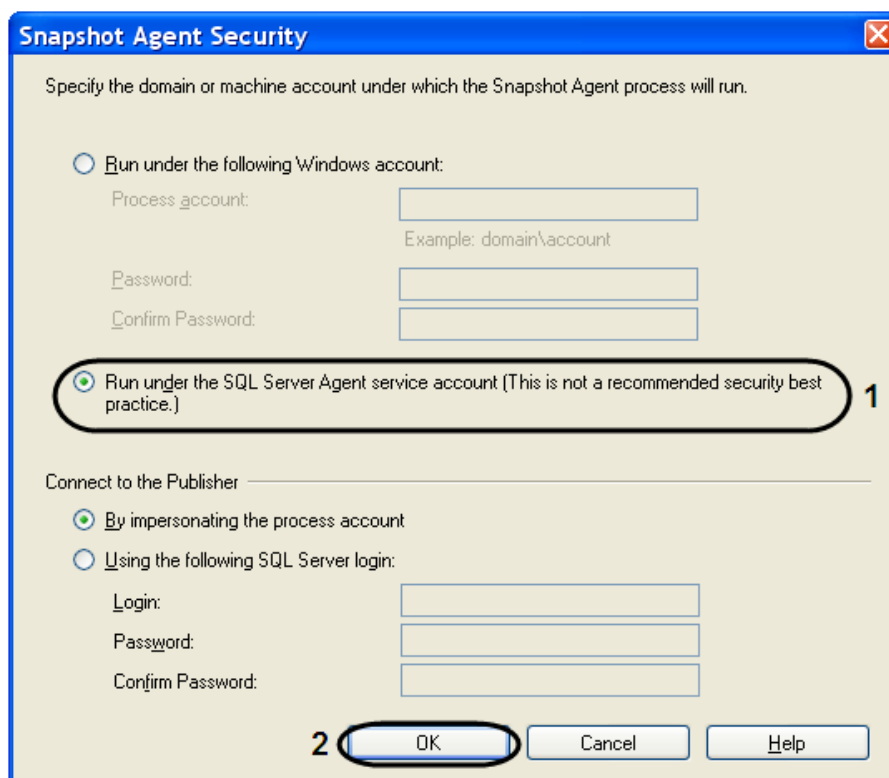

Рис. 11.3—9. Snapshot Agent Security
- 10.16. На вкладке «Complete the wizard» ввести имя публикации в поле «Publication name» (Рис. 11.3—10, 1).